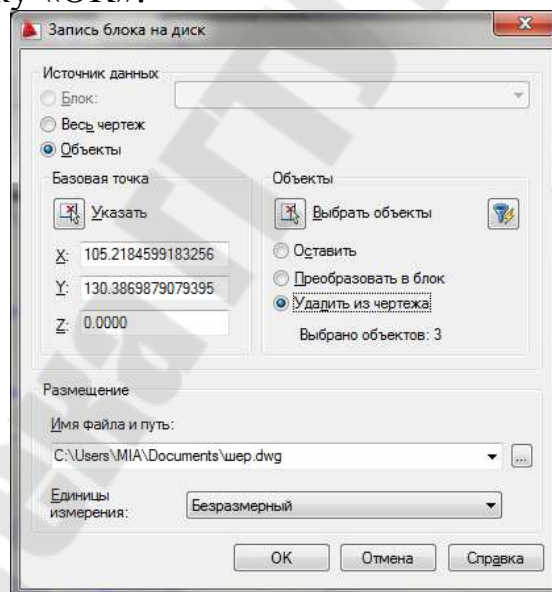

Рис. 3.5. –Диалоговое окно «Запись блока на диск»
**Создадим знак шероховатости необработанной поверхности, как автономный блок.** (см. рис. 3.5). Автономный блок можно создать из локальных блоков, из всего рисунка, из объектов.